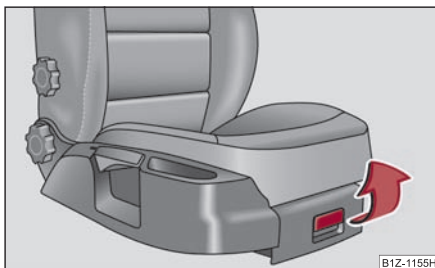

Fig. 126 Scaunul pasagerului dreapta: Compartimentul de depozitare
- Pentru deschiderea capacului, apăsați pe încuietoare și trageți capacul ⇒ fig. 126.